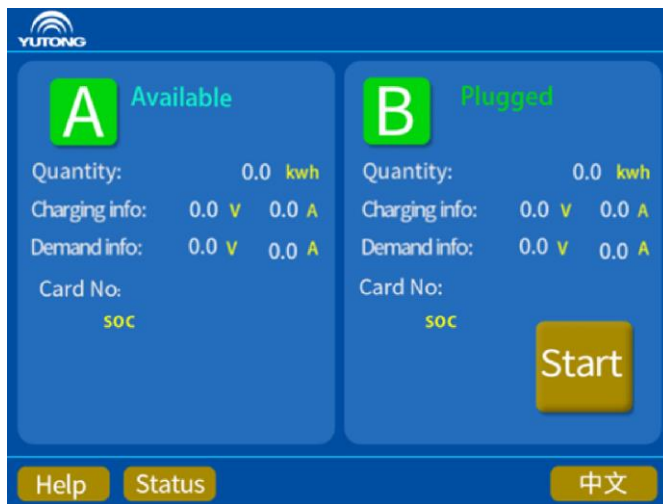

Figure 7 Interface de charge
2) Connectez correctement le connecteur de charge, puis cliquez sur le bouton  correspondant au connecteur de charge dans l'interface de charge pour accéder à l'interface de sélection du mode de charge. Prenez le connecteur B comme exemple, reportez-vous à la Figure 7 pour plus de détails.